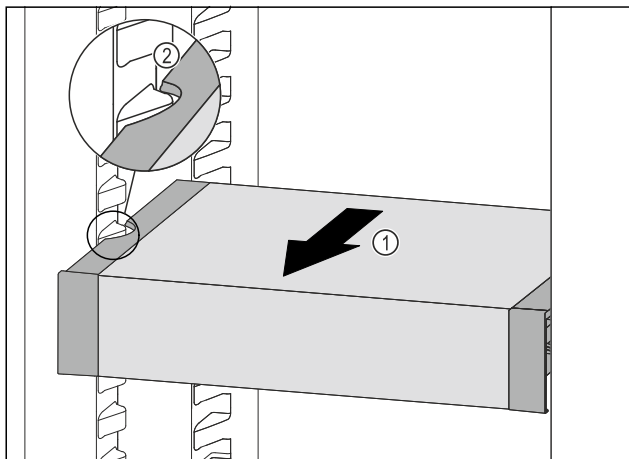

Fig. 93
- ▶ Trageți în față VarioSafe Fig. 93 (1), până când degajările laterale ale VarioSafe se află la înălțimea nervurii recipientului din frigider. Fig. 93 (2)